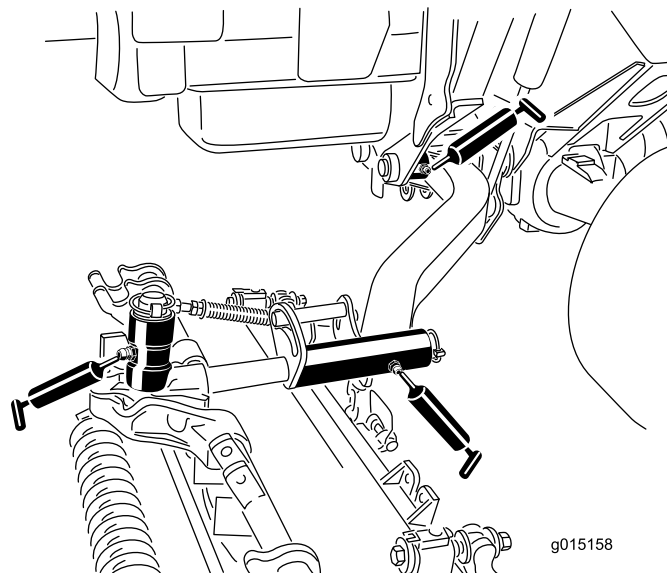

Figure 71
- Bagues de pivot de bras de levage (1 par unité de coupe) (Figure 71)
- Bâti porteur d'unité de coupe (2 par unité de coupe) (Figure 71)
- Pivot de bras de relevage de plateau de coupe (1 par plateau) (Figure 71)